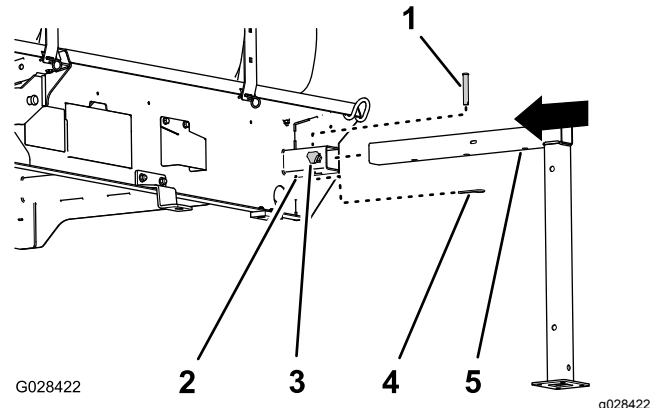

Bild 118
1. Fluchten Sie den vorderen Stützbock mit der Stützbockaufnahme vorne am Behälter aus (Bild 118)
2. Setzen Sie den Achsständer in die Aufnahme, bis das mittlere Loch im horizontalen Achsständerrohr mit dem Loch oben an der Aufnahme ausgefluchtet ist (Bild 118).
4. Schrauben Sie ein Sperrhandrad mit der Hand in die Aufnahme (Bild 118).